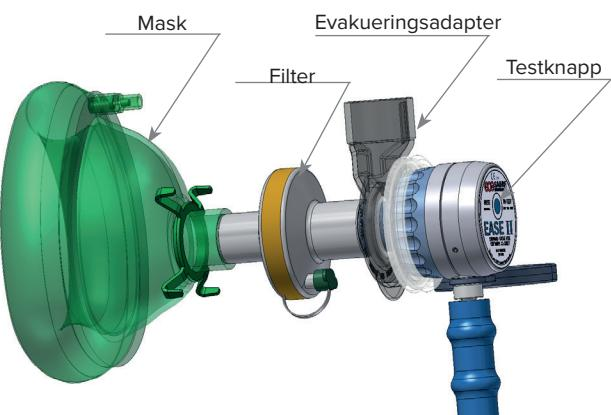

Bild. 1: Fastsättning av evakueringsadapter, mask och filter.
- Om evakueringsadapter i systemet, sätt fast den på demandventilen genom att pressa på den på patientventilen (se Bild. 1).
Välj lämplig mask, munstycke eller filter till patienten och anslut den till demandventilen genom att pressa den på det koniska ut taget med diameter 22 mm, som sitter på patientventilen (se Bild. 1).
De system som är försedda med en testknapp, kontrolleras genom ett lätt tryck på testknappen (bild. 1, bild. 2). Därvid skall ljudet av gas som flödar genom masken, eller munstycket höras. Efter det att testknappen har släppts, skall flödet stoppa.